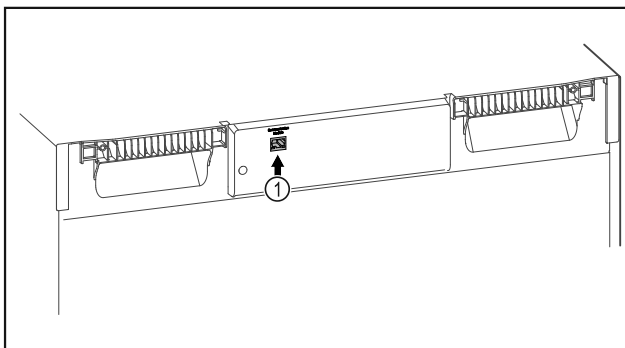

Fig. 107
- Vstavljen je SmartModule Fig. 107 (1).